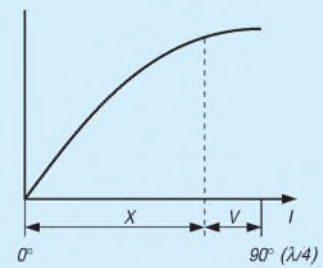

Bild 5: Um das Stück X verkürzt sich die kapazitiv belastete $\lambda/4$ -Leitung
Bild 5 zeigt diese Zusammenhänge. Ein Beispiel verdeutlicht die Berechnung. Für eine Störfrequenz von 476,75 MHz (Tonträger vom TV-Kanal 21; $\lambda = 629$ mm) soll ein Saugkreis berechnet werden. Die verwendete Leitung sei ein Koaxialkabel von 50Ω Wellenwiderstand Z mit einem Verkürzungsfaktor $V = 0,66$. Der Saugkreis wird mit einem Kondensator von $C = 1$ pF gebildet. Nach (1) wird